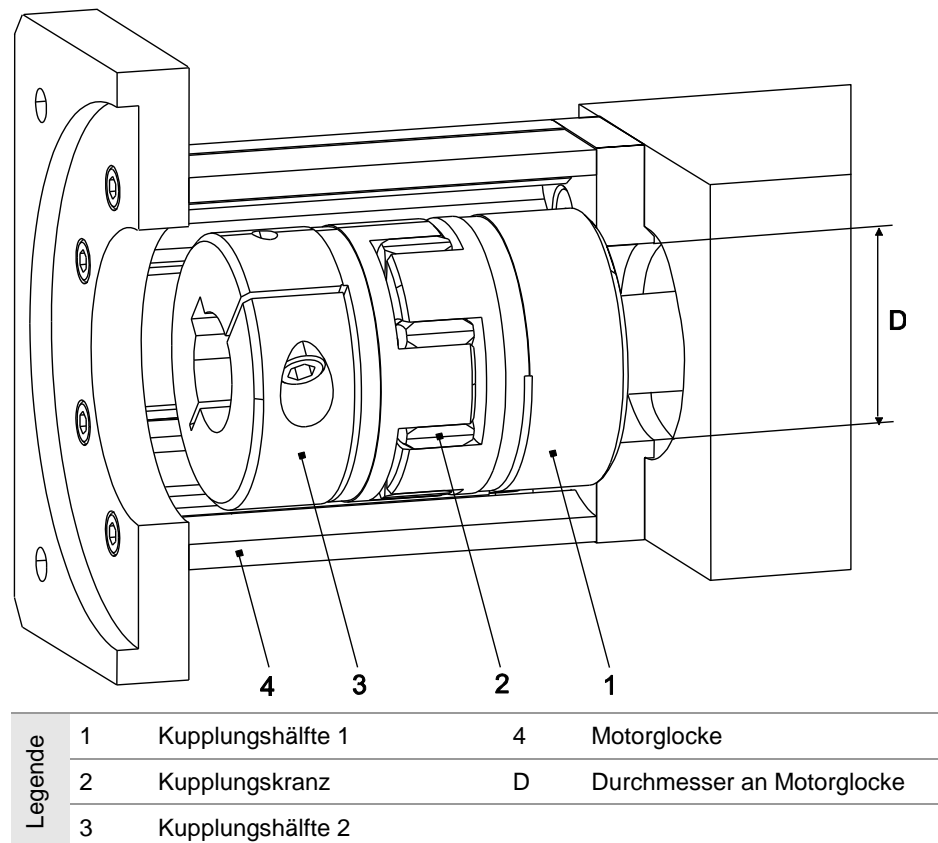

Bild 7 Motorglocke mit Motorkupplung am Antriebszapfen
3. Falls der Kupplungs-Durchmesser kleiner ist als das Maß D an der Motorglocke (4), zuerst die Kupplungshälfte 1 (1) (Bohrung bündig mit Antriebswelle) und danach die Motorglocke (4) montieren (Bild 7).